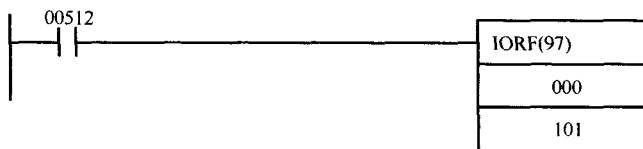

图 11-6 在一个 CQM1 程序的立即 I/O 刷新
CQM1 提供一个立即 I/O 指令, I/O 刷新指令: IORF (97)。有了这条指令,程序员可以识别出第一个(开始的) I/O 字和最后的(结束的) I/O 字。IORF (97) 指令引起 PLC 立即从输入模块复制数据到指定范围的输入映像数据区和从输出映像区数据字复制数据到指定范围的输出模块。图 11-6 显示了这条指令,当输入模块 5 的输入位 12 开时,这条指令将在每个扫描过程中执行。指令复制所有的输入模块数据(插槽 000 到 011 中的模块)到存储器的输入区(IR 000 到 IR 011),但仅仅复制两个数据字(IR 100 和 IR 101)到输出模块(模块槽 100 和 101),因为指定区域终点结束在 IR 101。